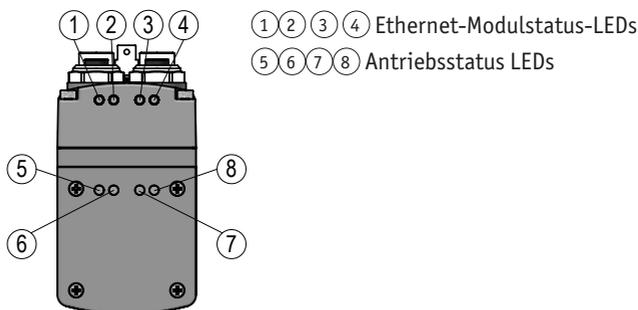

Abb. 12: Statusanzeige
Die LEDs ⑤⑥⑦⑧ (**Abb. 12**) informieren in der Werkseinstellung über den Status des Antriebes. Die Funktion der Antriebsstatus-LEDs kann konfiguriert werden.